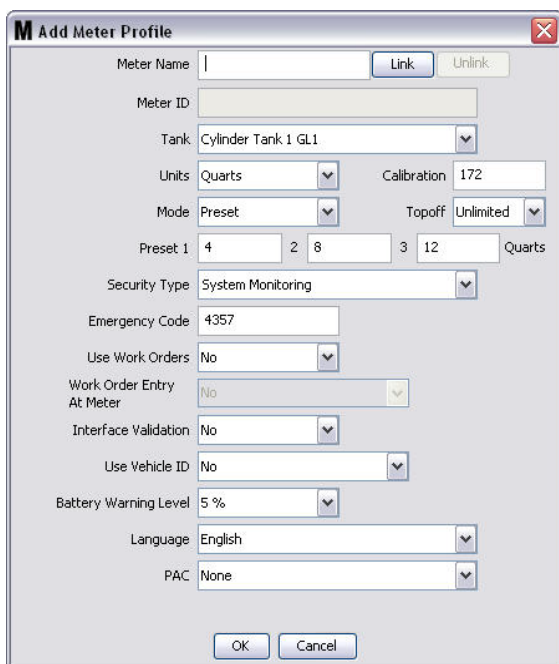

Рис. 120
3. Появится окно «Add Meter Profile» [Добавить профиль расходомера] (Рис. 120).